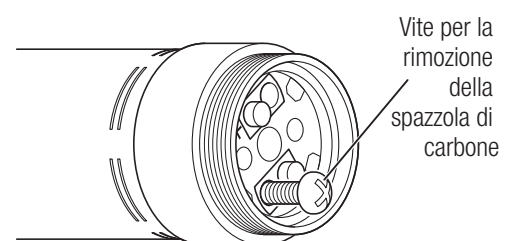

Fig. 13
- 3) Avvitare due o tre volte la vite di rimozione della spazzola di carbone (in dotazione con la spazzole di carbone di ricambio) nell'apposito foro. Quindi rimuovere la spazzola di carbone estraendo la vite di rimozione (Fig. 13).